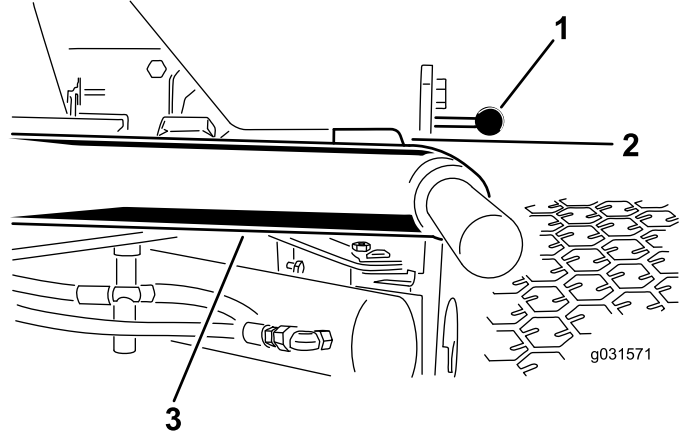

图 10
- 1. 启动发动机升起滚刀组确保各个提升臂与底板支架之间的间隙介于 58mm 之间如图 10 所示。